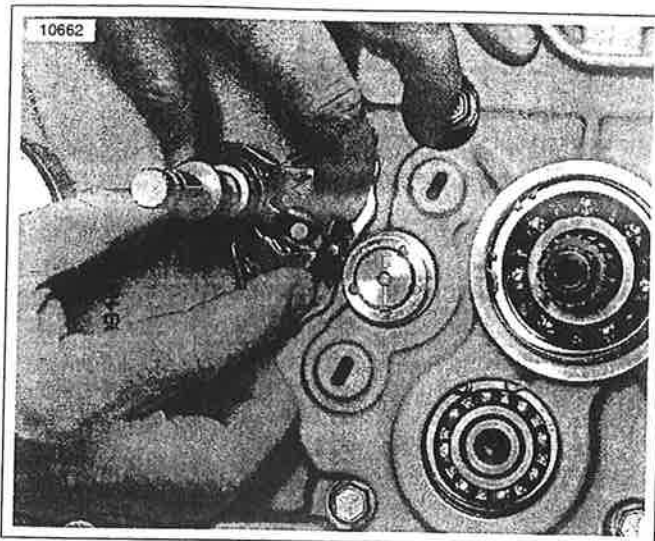

Figura 6-69. Instalación del conjunto del eje de cambios
2. Vea la Figura 6-69. Presione los brazos del trinquete e inserte el conjunto del eje dentro del buje en la mitad izquierda y suelte. Los brazos de trinquete ahora deben estar dentro de la placa del extremo del tambor de cambios haciendo contacto con los pasadores del tambor de cambios.